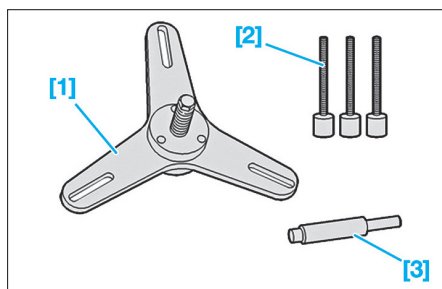

FIG. 1
- [1]. Compresseur de mécanisme d'embrayage (réf. 0217.A) (Fig.1).